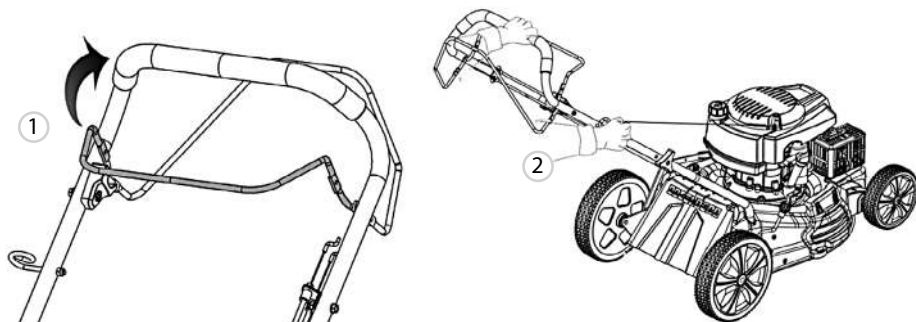

Рис. 11
4. Зажмите рычаг привода ножа 1 (рис. 11), медленно вытяните шнур ручного стартера, пока не почувствуете сопротивление, а затем быстро потяните его (2, рис. 11). Повторите данный процесс несколько раз до запуска двигателя.